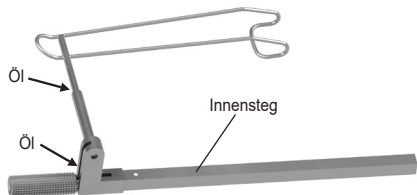
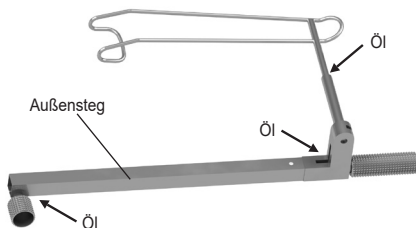

Abb. 6
Abb. 7
- Bringen Sie das Instrumentenöl punktuell auf die zu öhlende Fläche auf (Abb. 6 und Abb. 7).